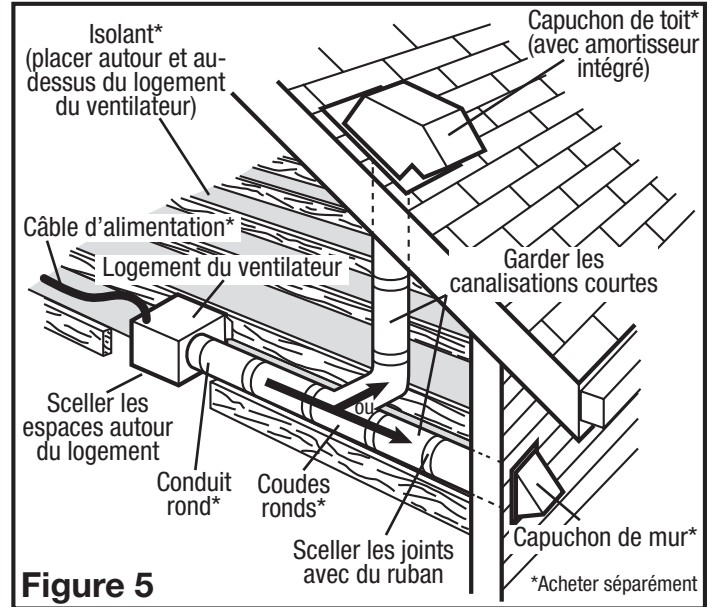

Figure 5
5. Assurez-vous que les joints des conduits et les pénétrations extérieures sont scellés avec du mastic ou tout autre matériau similaire pour créer un passage d'air étanche afin de minimiser la perte ou le gain de chaleur et réduire le risque de condensation. Placez / enveloppez l'isolant autour du conduit et / ou ventilateur afin de minimiser la possibilité d'accumulation de condensation à l'intérieur du conduit, ainsi que la perte ou le gain de chaleur (**Figure 5**).